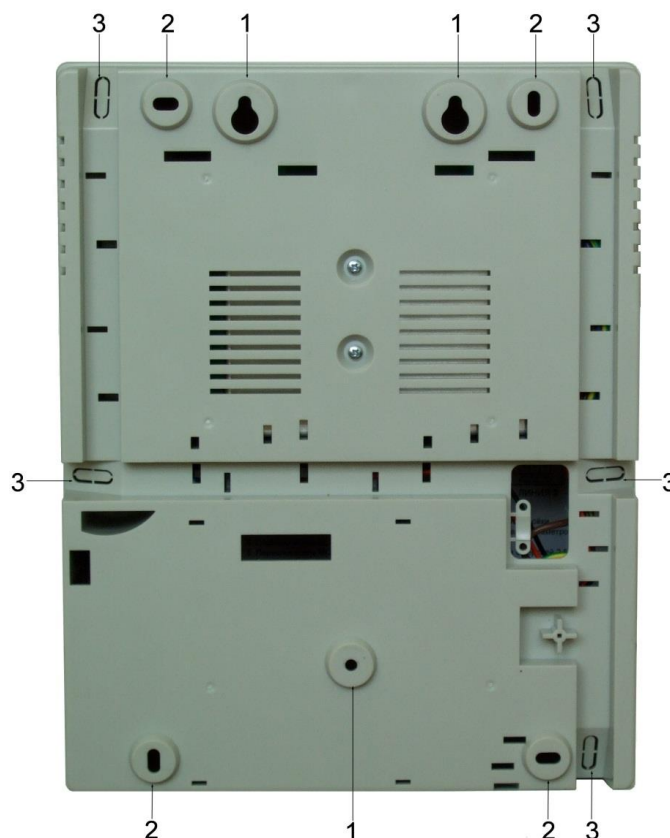

Рисунок 4. Монтажные отверстия
При этом используются отверстия (1) (см. рис. 4). Корпус монтируется на саморезы и дюбели, установленные на одной горизонтали на расстоянии 80 мм. После этого корпус закрепляется через нижнее отверстие, которое находится за аккумулятором резервного питания.